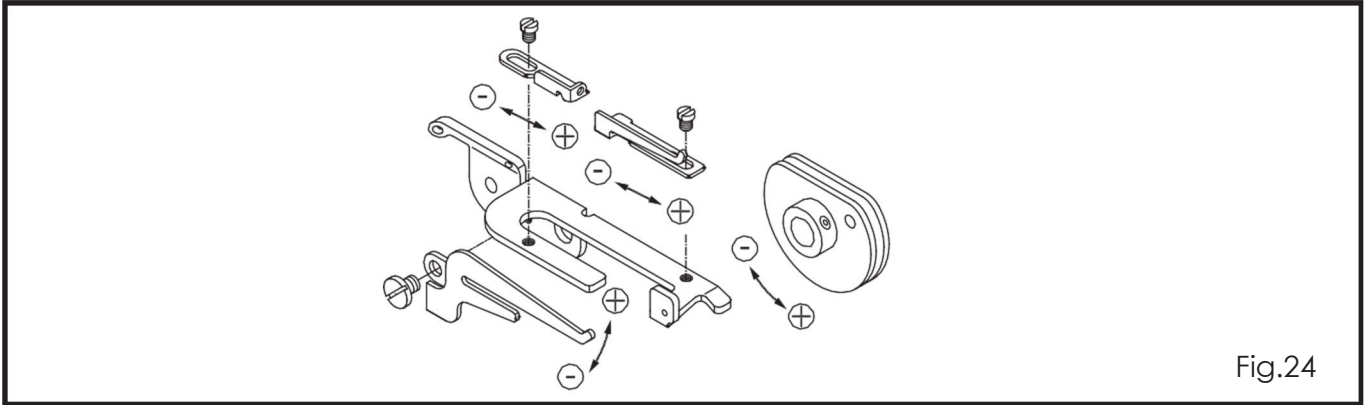

Fig.24
- (1) Quando o tipo de costura é 504 e o looper superior estiver no ponto mais baixo, ajuste ⑨ e ⑩ para a posição de +.
- (2) Ajuste a placa guia da linha fixa 11 e 12 como a seguir: + é para mais linha na costura e - a direção para menos linha na costura.
4. Controle do came de linha de ponto corrente. (Fig.24)